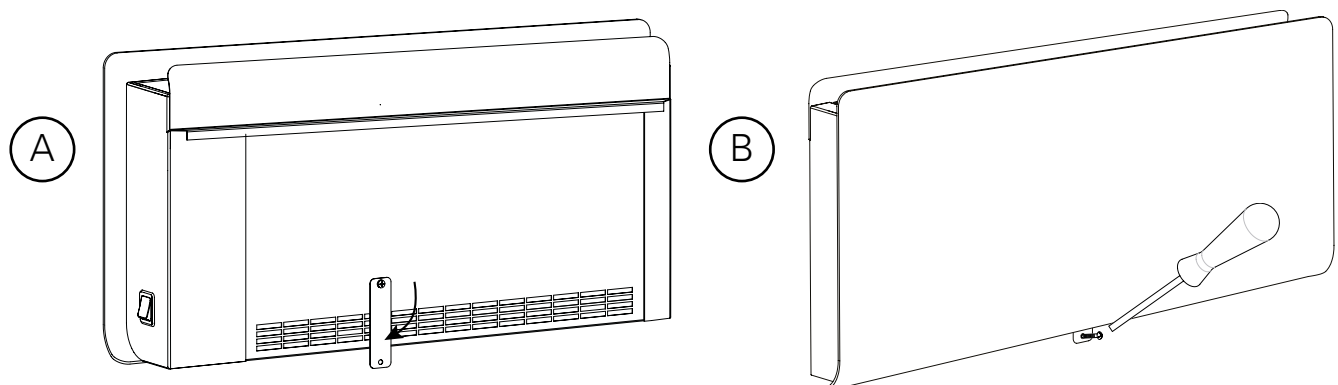

Fig. 4: Fastening with lockplate
3. Vrid ner låsblecket (fig. 4) och skruva fast i väggen, för att fläktkonvektorn ska sitta stadigt.